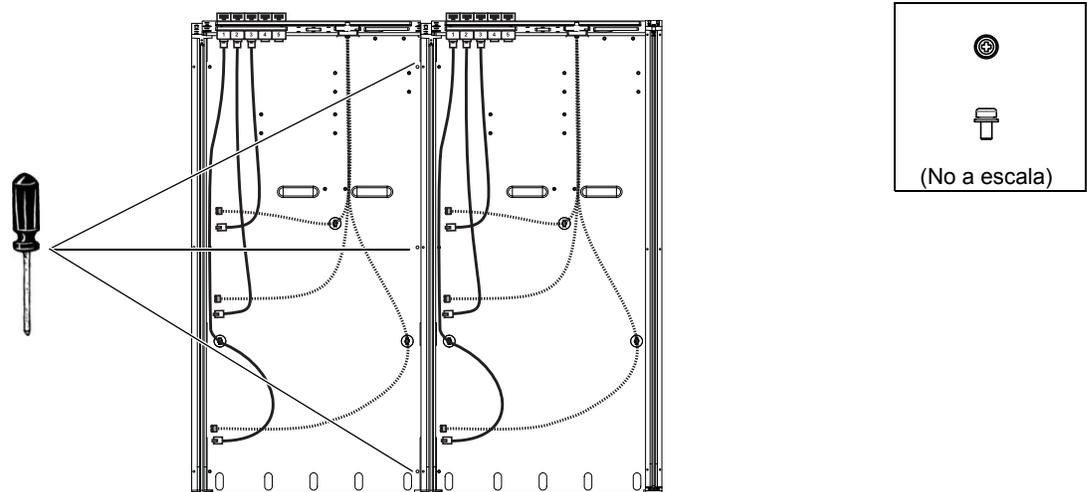

Figura 18. Fijación de la placa inferior del primer chasis a la pared lateral del segundo chasis
- 8 Fija el extremo derecho de la placa inferior del segundo chasis al extremo izquierdo de la pared lateral del primer chasis utilizando tres tornillos Phillips nº1, según se muestra en la Figura 18. *No aprietes del todo los tornillos.*